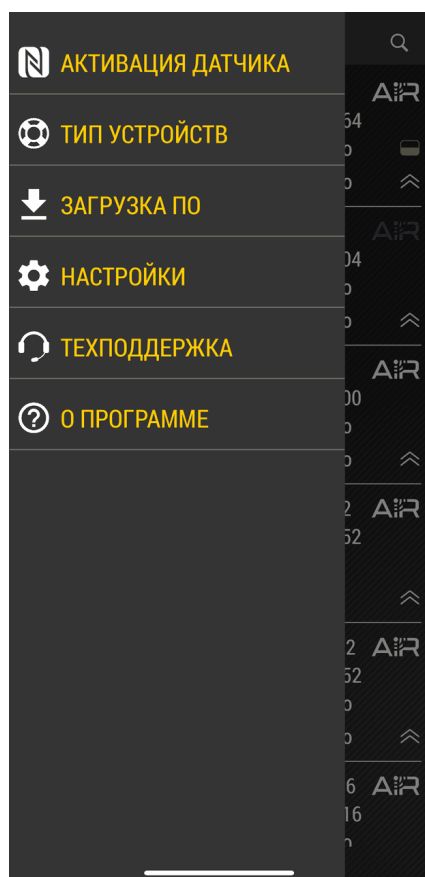

Рис.40. Загрузка ПО
2. Далее выберите в списке вариант **«Загрузка ПО»** (Рис.40).